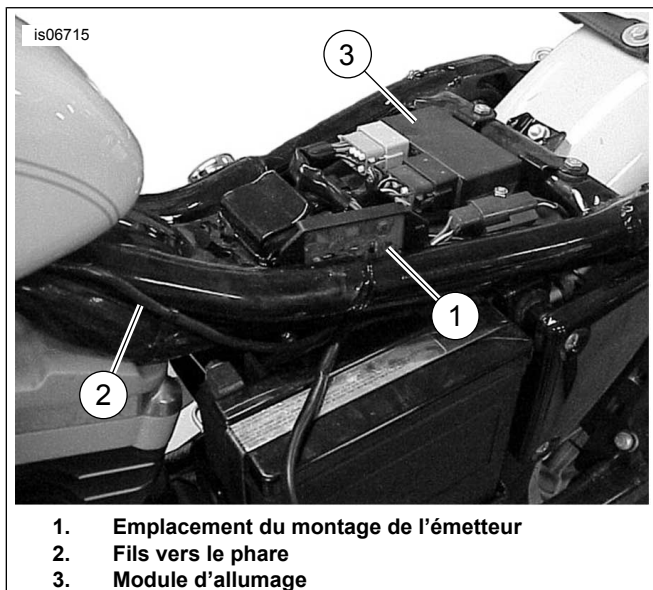

Figure 7. Montage de l'émetteur et acheminement du câblage (modèles Sportster de 2003 ou plus anciens)
2. Voir Figure 7. Positionner l'émetteur (1) sur le faisceau de fils principal dans la zone sous la selle, le plus loin possible du réservoir d'huile, et attacher l'émetteur au faisceau à l'aide des serre-câbles du kit. Passer à la section **Connexion du faisceau**.